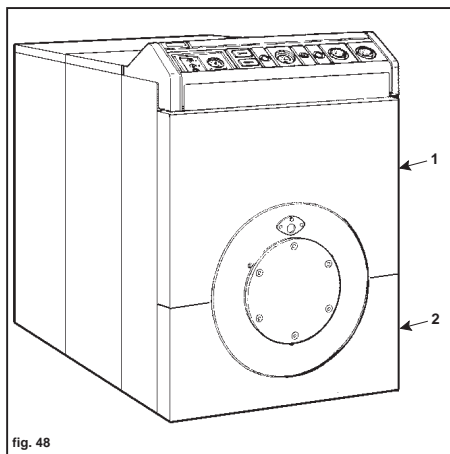

fig. 48
- 2 (Fig. 48) Das obere Frontpaneel 1 und das untere Frontpaneel 2 abnehmen.